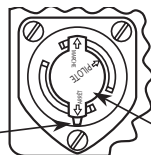

Figure 10. Bouton de gaz
4. Enfoncez légèrement le bouton de commande du gaz et tournez-le dans le sens des aiguilles d'une montre pour le **FERMER** (voir fig. 10). Si le bouton est en position **MARCHE**, tournez-le dans le sens des aiguilles d'une montre jusqu'à la position **PILOTE**, puis enfoncez-le légèrement et tournez-le dans le sens contraire aux aiguilles d'une montre pour le **FERMER**.